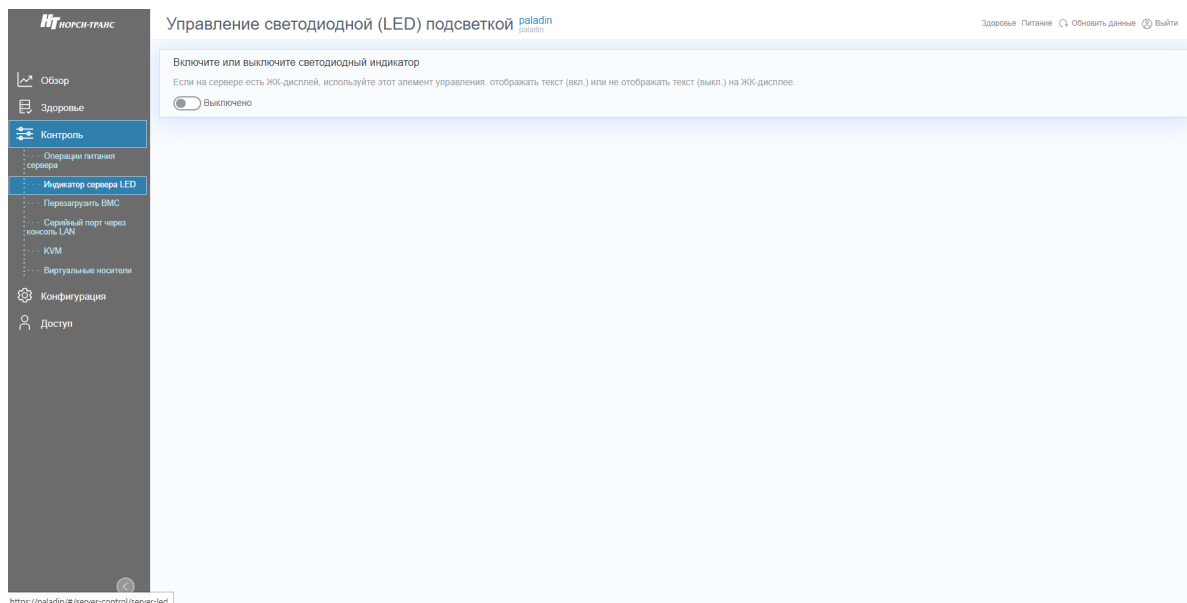

Рис. 69. Окно «Индикатор сервера LED»
- 3) Пройдите во вкладку «Контроль» → «Индикатор сервера LED» в данной вкладке осуществляется управление светодиодом идентификации сервера в серверной стойке. В поле «Включите или выключите светодиодный индикатор» установите переключатель в активное положение чтобы включить светодиод индикации сервера. Окно показано на рис. 69 Окно «Индикатор сервера LED».